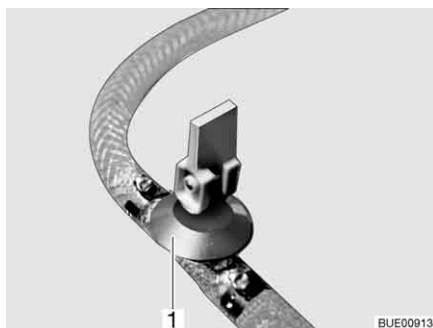
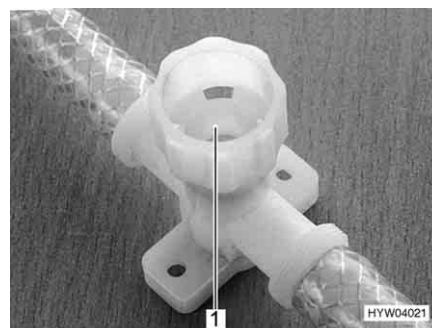

Bild 192 Ablasshahn (mit Kipphebel)
Bild 193 Ablasshahn (mit Drehkappe)
- Alle Ablasshähne schließen. Dazu den Kipphebel des Ablasshahns (Bild 192,1) waagrecht stellen oder die Kappe des Ablasshahns (Bild 193,1) im Uhrzeigersinn zudrehen.